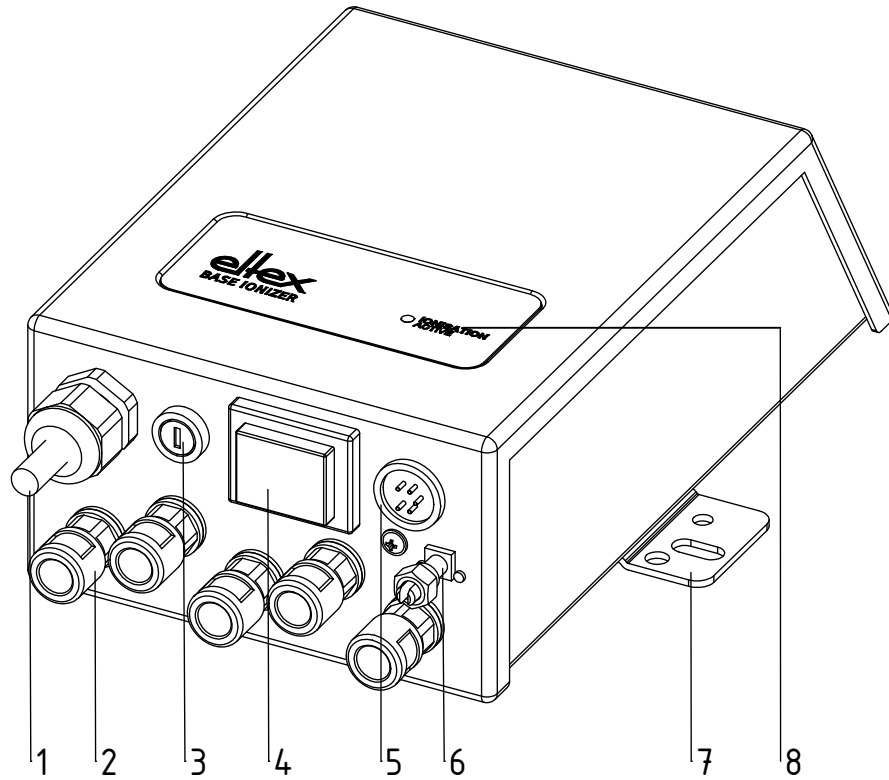

Abb. 1:
- Vor der Inbetriebnahme des Netzgerätes ist darauf zu achten, dass das Gerät über die Erdungsklemme (5, Abb. 1) dauergeerdet ist. Das Erdungskabel sollte einen Mindestquerschnitt von 1,5 mm2 aufweisen (siehe Kapitel 3.2 "Erdung", Seite 10).
Über die Erdungsklemme (5, Abb. 1) muss eine dauerhafte Erdverbindung hergestellt werden. Das Erdungskabel sollte einen Mindestquerschnitt von  $1,5 \text{ mm}^2$  aufweisen.
Die Versorgungsspannung wird über die Netzanschlussleitung (1, Abb. 1) mit einem Schutzkontaktstecker (je nach Kabelausführung) angeschlossen.